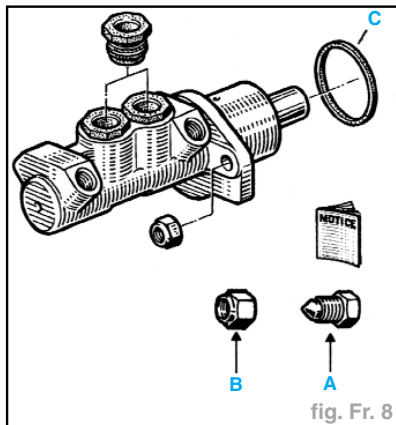

fig. Fr. 8
- Lors d'une intervention, il est nécessaire de remplacer le joint (C) (fig. Fr. 8).
- Mettre en place le maître-cylindre en l'alignement avec le servofrein afin que la tige de poussée (P) rentre correctement dans le logement du maître-cylindre (voir "Caractéristiques").
**Nota :** Pour le maître-cylindre neuf : placer les bouchons "A" dans les sorties non utilisées.(fig. Fr. 8).
- En cas de fuite, remplacer le joint (C) (fig. Fr. 8).